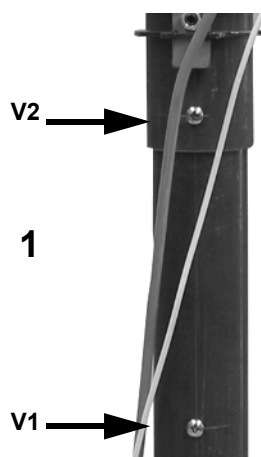

Fig. 8
- 1 Extraer los tornillos **V1** y **V2** indicados en Fig. 8.